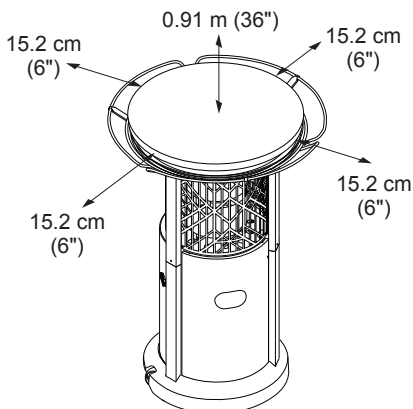

Figura 1 - Distancia mínima del calentador hacia objetos combustibles
7. Distancia mínima entre el calentador y las construcciones combustibles permanentes: parte anterior, parte trasera y laterales 15.2 cm (6"), parte superior 0.91 m (36") (consulte la figura 1, página 3).